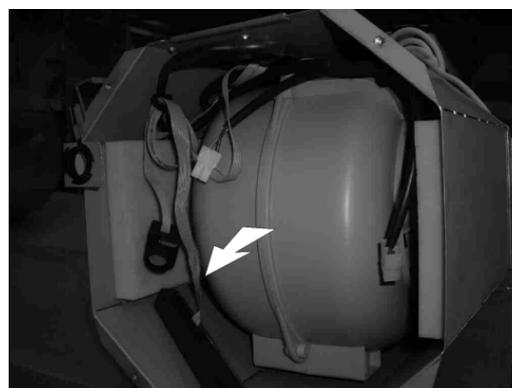

Fig. 13
10. Desconecte as ligações (fig. 13) e retire o bloco do motor.